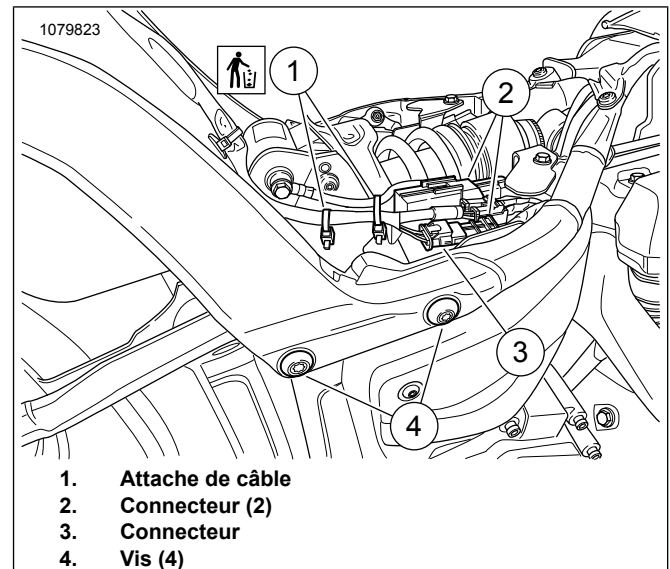

Figure 1. Support et connecteurs (typiques) du garde-boue arrière
1. Consultez Figure 1 . Débranchez le connecteur d'éclairage arrière (2, 3).
2. Souvenez-vous de l'emplacement des attaches de câble (1).
- b. Enlevez les vis (4) et les rondelles du garde-boue des deux côtés.
1. Consultez Figure 1 . Installez le garde-boue arrière.
- b. Installez les vis (4) et les rondelles. Serrez.